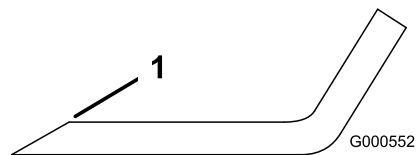

Figure 97
1. Au moyen d'une lime, aiguissez les tranchants à chaque bout de la lame (Figure 97).
Remarque: Si la lame est déséquilibrée, limez un peu l'extrémité de l'ailette seulement (Figure 97).